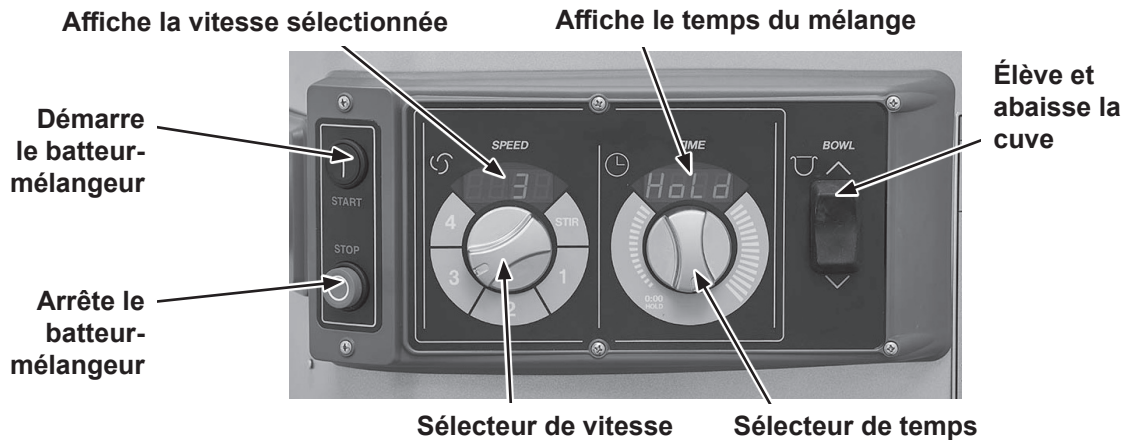
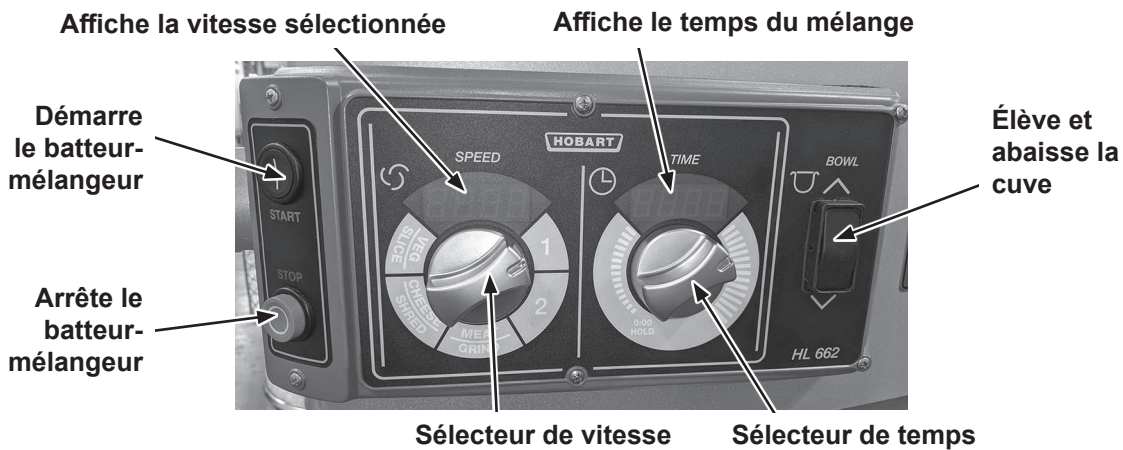
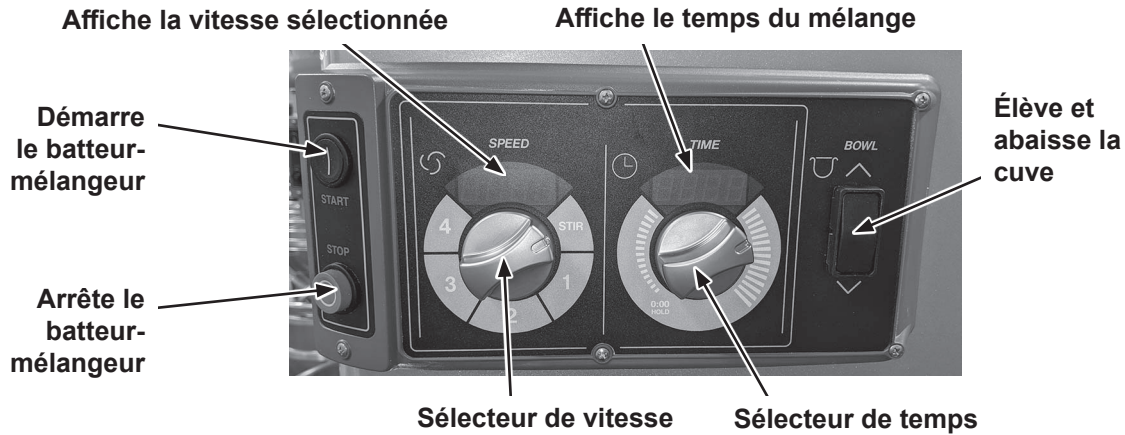

Fig. 7
Fig. 8
Fig. 9
1. Abaissez le porte-cuve en appuyant sur la flèche vers le bas du commutateur du monte-cuve (fig. 7, fig. 8 et fig. 9).
1. Abaissez la cuve en appuyant sur la flèche pointant vers le bas du commutateur du monte-cuve tout en la maintenant enfoncée (fig. 7, fig. 8 et fig. 9).
2. Abaissez la cuve en appuyant sur la flèche pointant vers le bas du commutateur du monte-cuve tout en la maintenant enfoncée (fig. 7, fig. 8 et fig. 9).